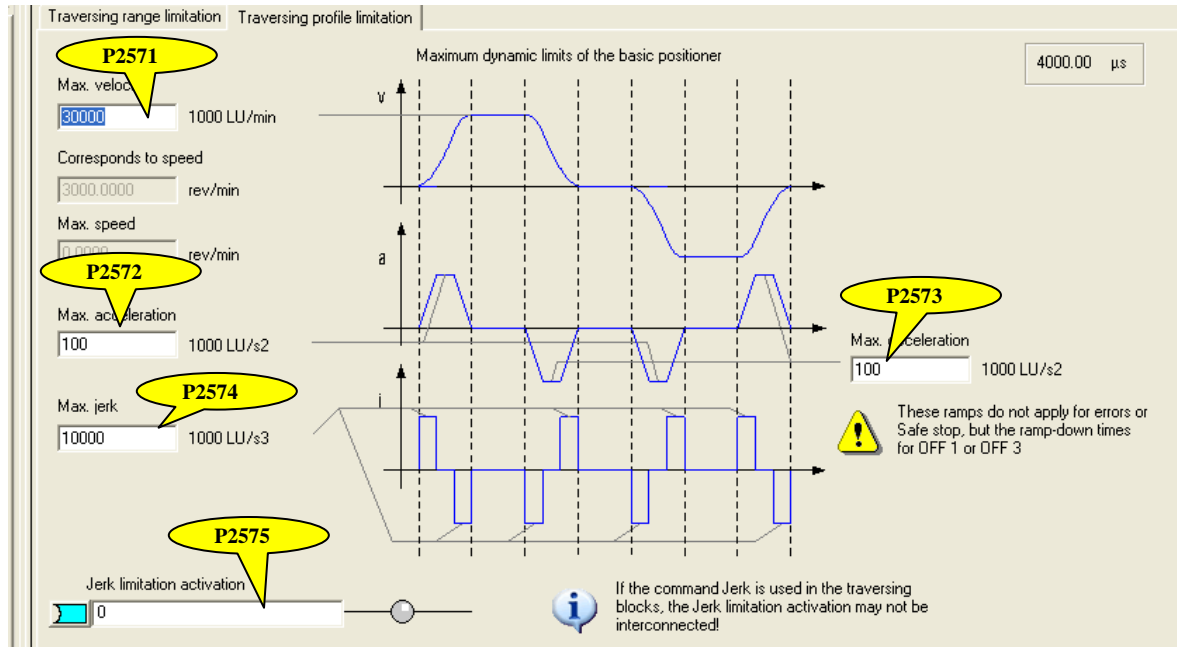

图 20
- 4) 如图20所示，可以设置最大速度、最大加/减速度以及最大加加速度